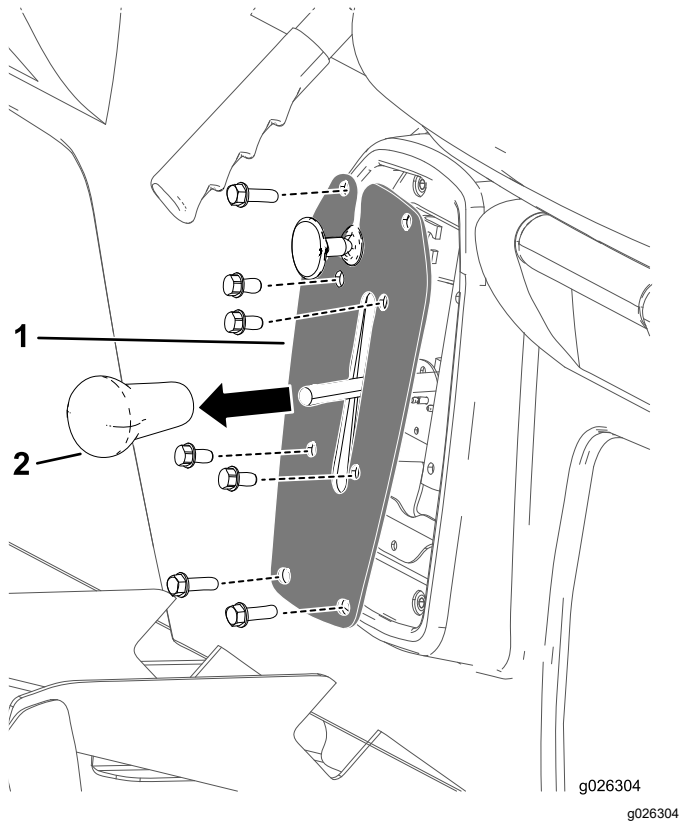

Figura 43
1. Retire o manípulo da alavanca das mudanças (Figura 43).
2. Retire os 4 parafusos que prendem a placa das mudanças ao suporte das mudanças (Figura 43).
3. Retire os 4 parafusos que prendem a placa das mudanças à base do banco e retire a placa das mudanças (Figura 43).
4. Enrosque o manípulo da alavanca das mudanças e aperte o manípulo de modo (Figura 43).